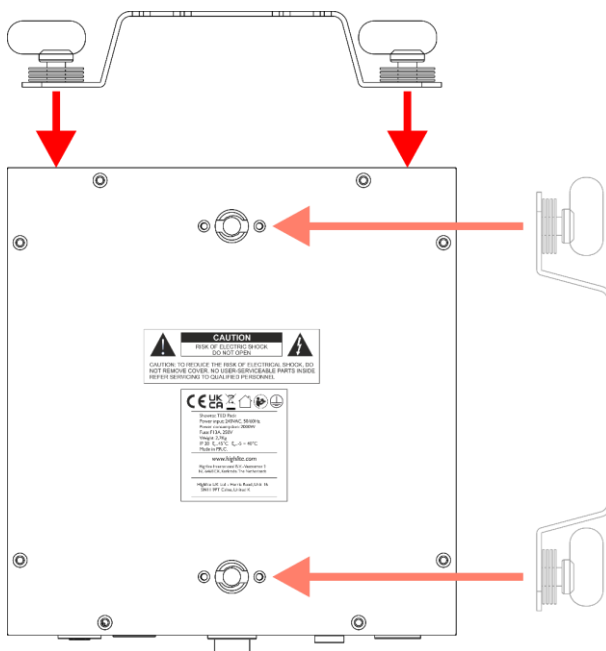

Abb. 08
- 01) Befestigen Sie die mit dem Gerät gelieferte Quick-Lock-Halterung an den dafür vorgesehenen **Befestigungslöchern (15) oder (16)**. Sie können die Quick-Lock-Halterung auf der Ober- oder Rückseite des Geräts befestigen (siehe Abb. 08).